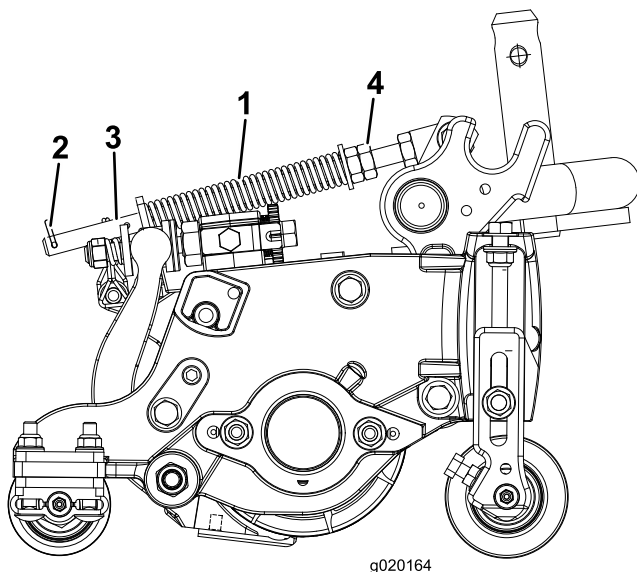

Figura 14
1. Certifique-se de que o contrapino do gancho está instalado no orifício traseiro na haste da mola (Figura 14).
2. Aperte as porcas sextavadas na extremidade dianteira da haste da mola até que o comprimento da mola em compressão seja de 12,7 cm (Figura 14).